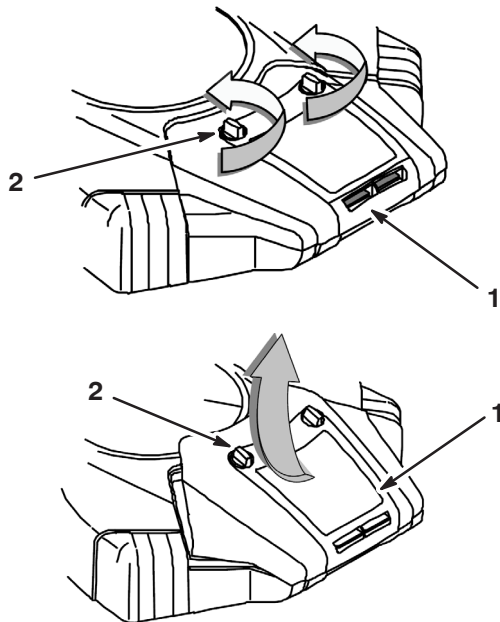

Figure 20
3. Nettoyez la surface autour du filtre à air pour éviter que des impuretés ne s'introduisent dans le moteur et l'endommagent. Retirez les boutons du couvercle du filtre à air (Fig. 20) et soulevez le couvercle. Déposez le couvercle du filtre à air.